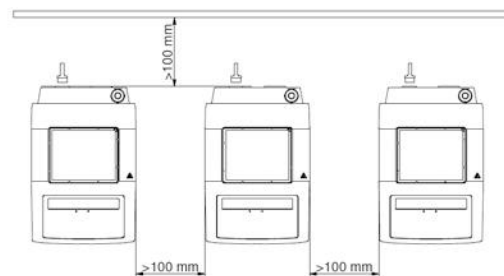

Fig. 2
- 确保仪器放置间距合理，仪器之间、仪器距离四周墙壁至少100 mm，仪器距离上方至少800 mm，见 fig. 2。